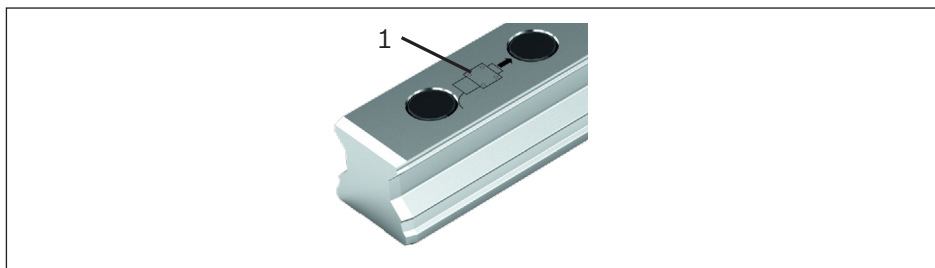

Fig. 4: Preparare il montaggio
- ▶ Dopo il montaggio della rotaia di guida, il pattino deve essere montato come Fig. 4.
- ▶ Attenzione: nel caso in cui si utilizzi un nastro di protezione, la marcatura (1) vengono coperte e la direzione del pattino non è più evidente.